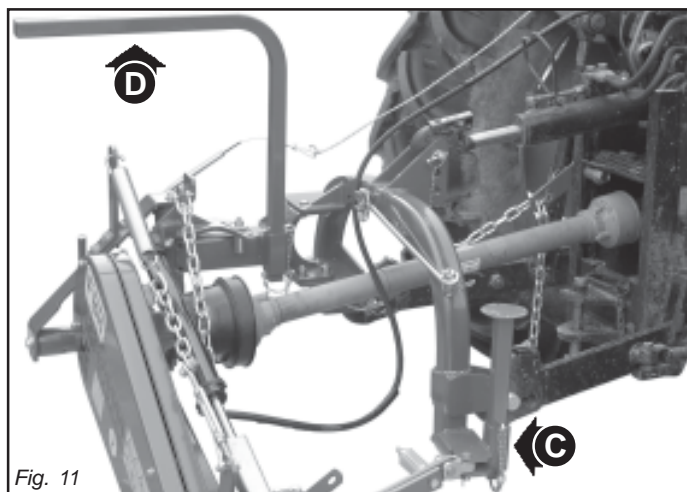

Fig. 11
- 48) Prima di mettere in funzione la falciatrice controllare che i puntelli di sostegno (C e D, Fig. 11) siano stati tolti da sotto la falciatrice; controllare che la falciatrice sia stata correttamente montata e regolata; controllare che la macchina sia perfettamente in ordine, e che tutti gli organi soggetti ad usura e deterioramento siano efficienti.